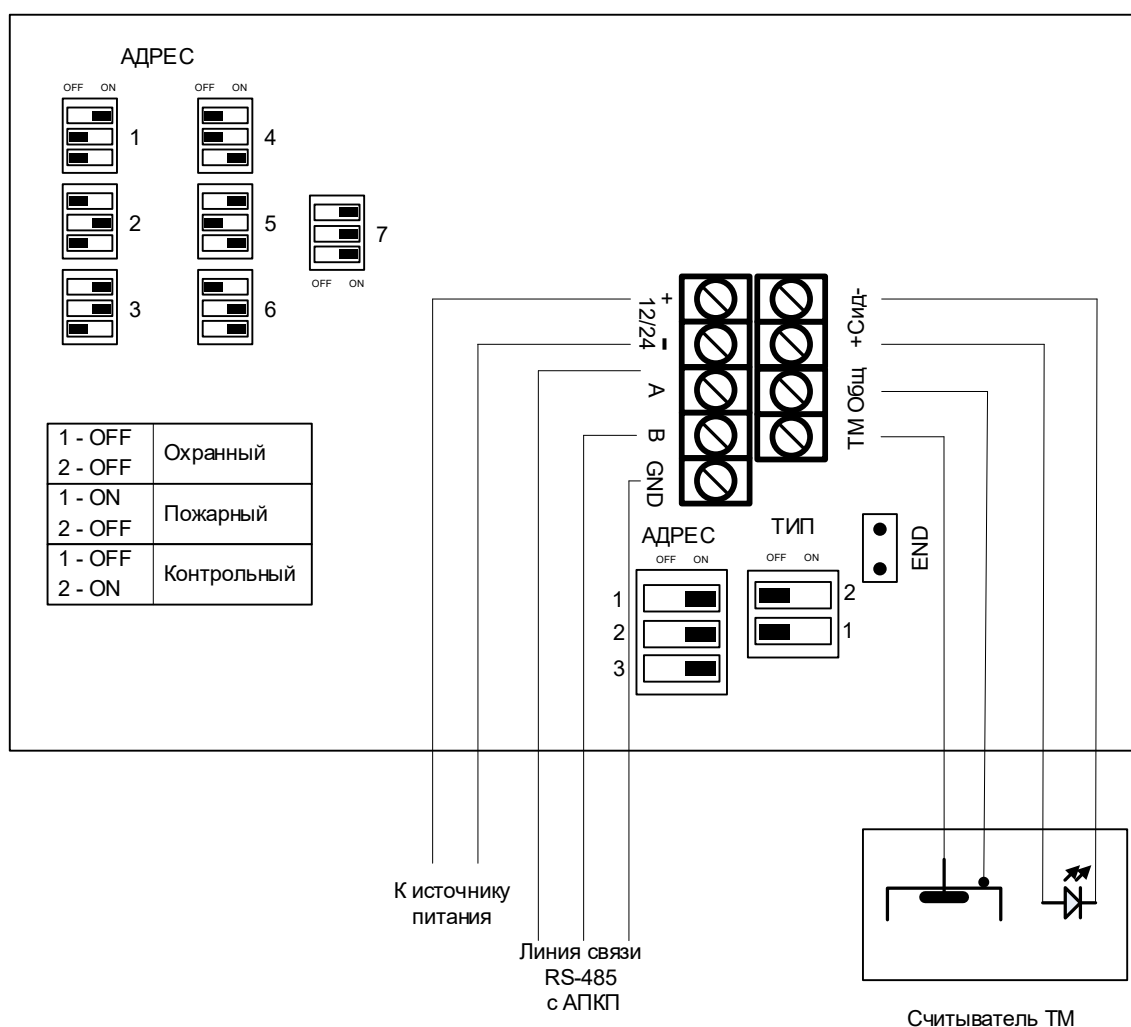

Рис.3. Расположение клемм подключения на плате индикации СДИ.
6.1.4. С обратной стороны корпуса СДИ (рис.3) расположены:
Подключить СДИ к линии связи с АПКП (RS-485) и к блоку питания (рис.3). Подключить «терминатор», установив на плате СДИ джампер "END". При установке в линии нескольких пультов управления «терминатор» устанавливаются на самом дальнем от АПКП устройстве, на остальных устройствах в линии джампер "END" удалить.